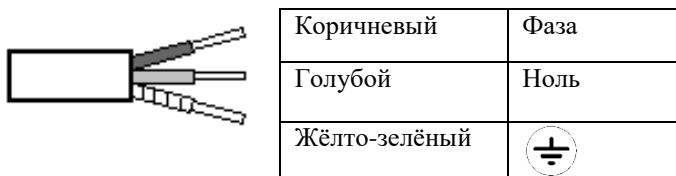

Рисунок 1. Схема подключения светильника
5.3. Подсоединить сетевые провода светильника (сечение 0,75 мм2, длина кабеля 0,5 м, если иное не согласовано при заказе) согласно схеме подключения (рисунок 1).